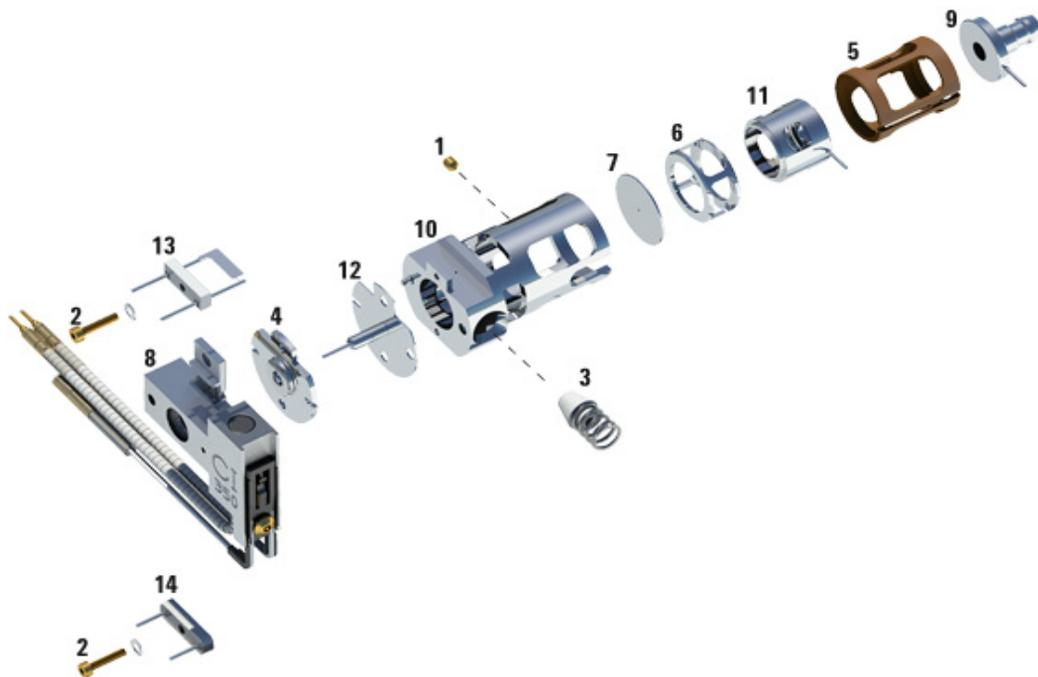

Figura 23 Desmontar la fuente de iones de Cl
- 2 Extraiga los filamentos. Consulte la Figura 23 en la página 162.
Tabla 29 Lista de piezas de la fuente de iones de Cl (Figura 23)
Tabla 29 Lista de piezas de la fuente de iones de CI (Figura 23) (continuación)